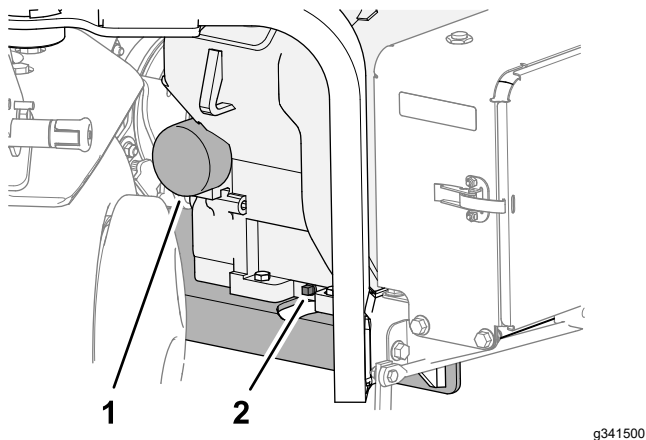

図 161
- オイルドレンプラグの下に容器を置き、プラグを取り外す 図 161。
- フィルタの下に浅い廃油受けを置いてフィルタを外す 図 161。
- ガスケットがアダプタ 図 161 に当たるまで手で回してフィルタを取り付け、そこから更に ½ 回転増し締めする。